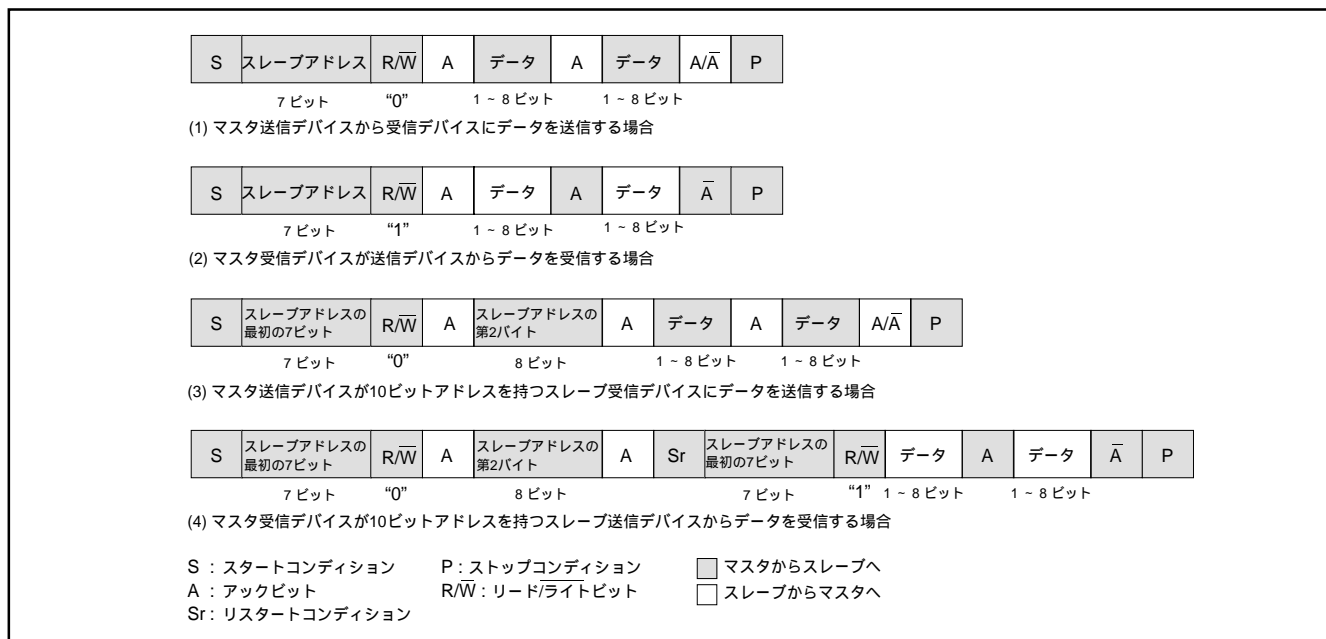

図8.6.12 アドレスデータ通信フォーマット
7 ビットアドレッシングフォーマットに対応するために、I2C コントロールレジスタ (00F916 番地) の 10BIT SAD ビットを“ 0 ”にしてください。マスタから送信された最初の 7 ビットのアドレスデータと、I2C アドレスレジスタ (00F716 番地) に格納された上位 7 ビットのスレーブアドレスを比較します。この比較時には、I2C アドレスレジスタ (00F716 番地) の RBW ビットのアドレス比較は行われません。7 ビットアドレッシングフォーマット時のデータ伝送フォーマットは図 8.6.12 の (1), (2) を参照してください。
1 バイト目のアドレスデータとスレーブアドレスが一致した場合には、I2C ステータスレジスタ (00F816 番地) の AAS ビットが“ 1 ”にセットされます。2 バイト目のアドレスデータは、I2C データシフトレジスタ (00F616 番地) に格納した後、ソフトウェアで 2 バイト目のアドレスデータとスレーブアドレスのアドレス比較を行ってください。2 バイトのアドレスデータとスレーブアドレスが一致した場合には、I2C アドレスレジスタ (00F716 番地) の RBW ビットをソフトウェアで“ 1 ”にしてください。この処理により、リスタートコンディション検出後に受信する 7 ビットのスレーブアドレス及び R/W のデータと I2C アドレスレジスタ (00F716 番地) の値を一致させることができます。10 ビットアドレッシングフォーマット時のデータ伝送フォーマットは図 8.6.12 の (3), (4) を参照してください。